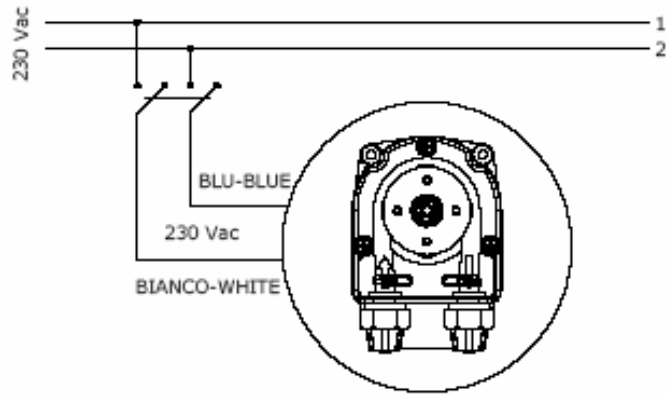

Fig. 1
- Тщательно ознакомьтесь с данными по подключению насоса (рис.1) **Если кабель электропитания не имеет розетки, оборудование необходимо подключать к сети через однополюсный переключатель с минимальным расстоянием между контактами 3 мм. Перед проведением каких-либо работ с электрическими частями убедитесь, что все контуры открыты.**
Цвета проводов могут отличаться от показанных на рис.1, что зависит от типа используемого насоса.